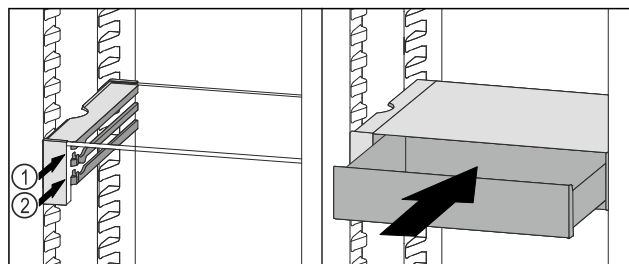

Fig. 80
- Coloque el cajón VarioSafe en la nervadura deseada Fig. 80 (1) o Fig. 80 (2) detrás de los topes.